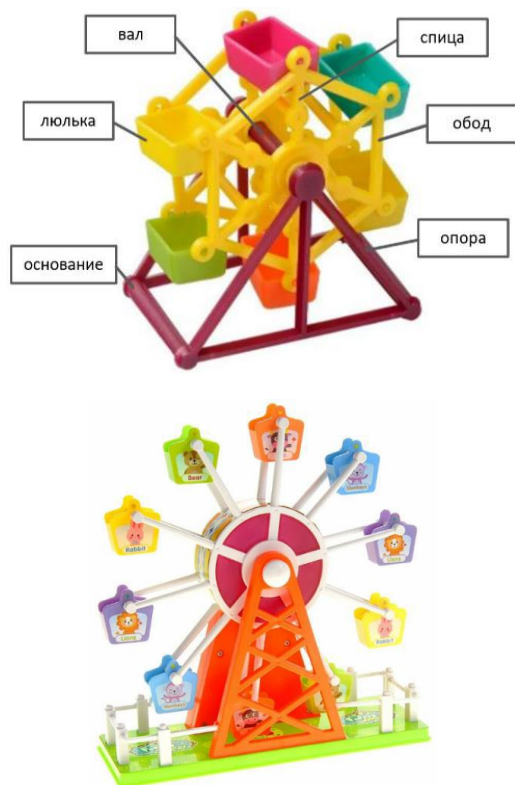

Рис.1. Варианты игрушки «Колесо обозрения»
- модель колеса обозрения функциональна (подвижна), состоит не менее чем из трёх элементов: основания с опорами, колеса (из ободьев и спиц), набора люлек, – см. Рис.1), прочая детализация – на усмотрение участника;
- основание с опорами может быть представлено устойчивой рамой, декоративные элементы (например, как ограда на Рис.1 ниже) – на усмотрение участника;